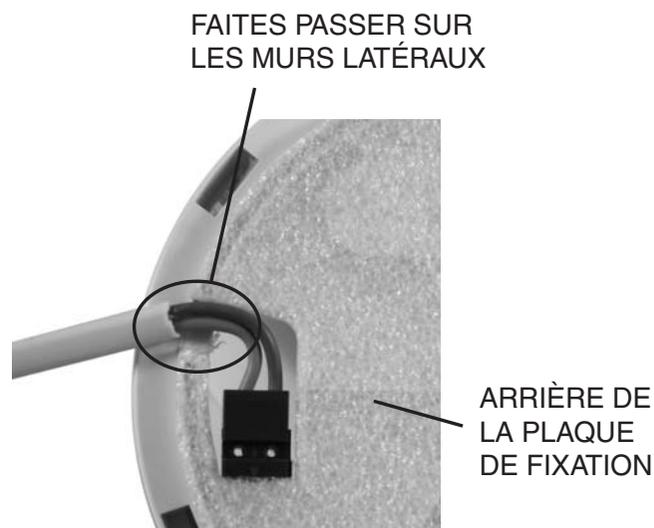

Figure 12c
2. Faites passer le câble dans l'ouverture située dans la plaque de fixation (avant de la visser au plafond) voir figure 12b. Si vous faites passer les fils électriques le long de la surface, passez entre les deux encoches (voir figure 12c).